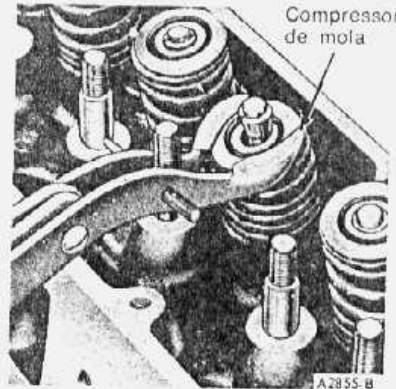

fig. 37 — compressão da mola com o cabeçote retirado
4. Comprimir a mola da válvula (fig. 37). Retirar as chavetas, luva, prato retentor e a mola.